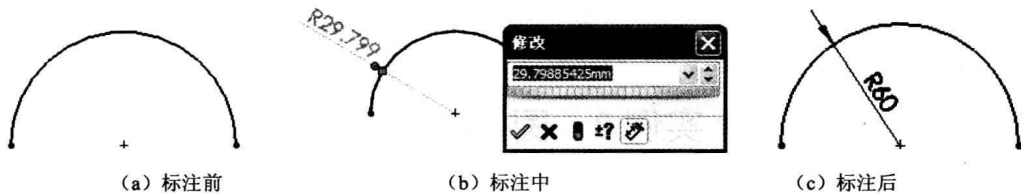

图 2-15 圆弧半径的标注过程
(1) 标注圆弧的半径: 直接选取圆弧, 在“修改”对话框中输入要标注的角度值, 然后在要放置标注的位置单击即可。圆弧半径的标注过程如图 2-15 所示。